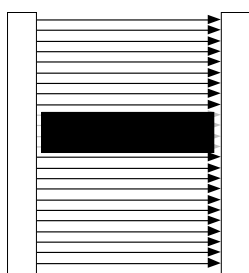

fig 29.1 Blanking fixe ou flottant avec occultation complète sur toute la largeur du champ de protection.
h. L'occultation de la zone de blanking doit être réalisée sur toute la largeur du champ de protection afin d'éviter toute intrusion par les cotés (voir fig. 29.1, 29.2, et 29.3).